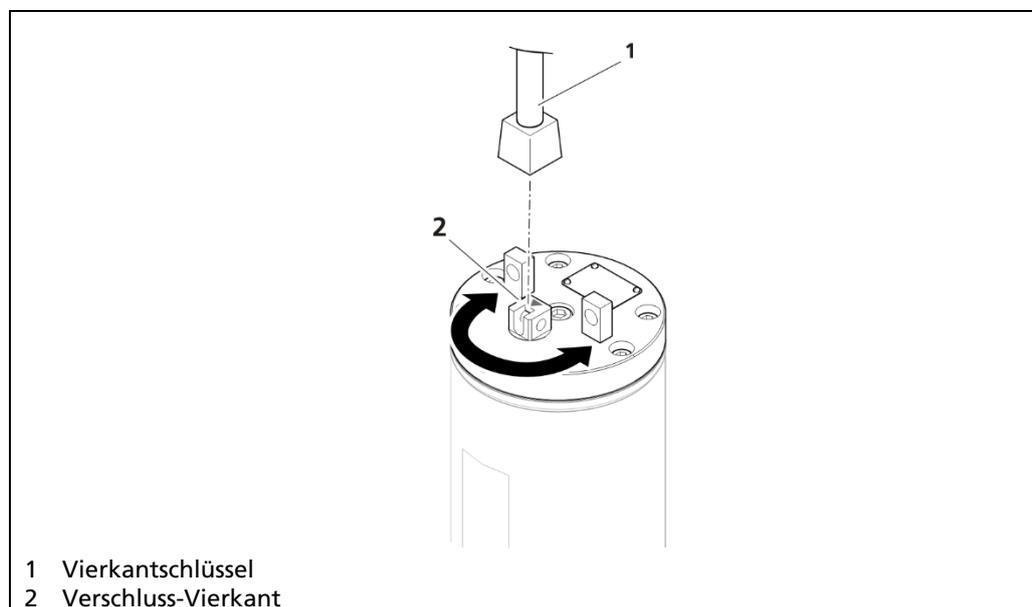

Abb. 13 Verschlussmechanismus öffnen und schließen
2. Bringen Sie den Vierkantschlüssel (Abb. 13, Pos.1) am Verschluss-Vierkant (Abb. 13, Pos.2) an.